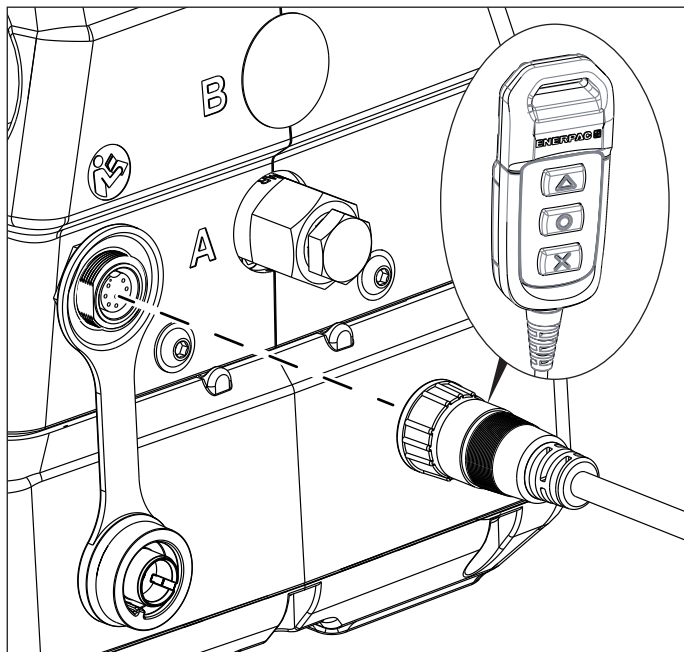

Figura 5: Conectarea consolei de comandă de la distanță
1. Scoateți capacul de protecție de la conectorul din partea din față a pompei și conectați cablul consolei de comandă. Consultați Figura 5.